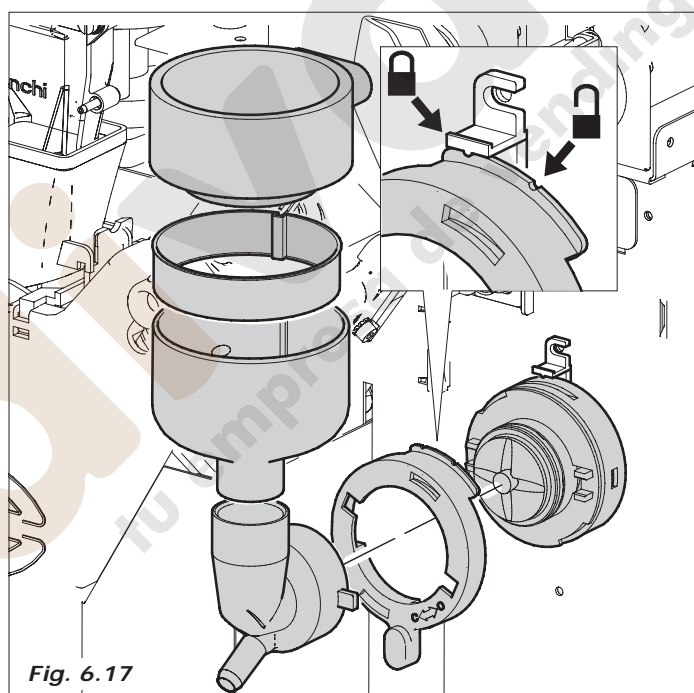

Fig. 6.17
- sumergir también en la solución, los embudos de agua, la cámara de mezcla, las aspas de las batidoras y los tubos de silicona (Fig.6.17-Fig.18)